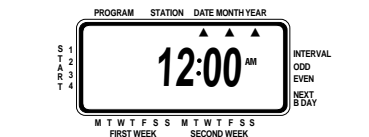

FIGURE 3 : L'écran et les renseignements qu'il affiche
- Tenez la touche **+** enfoncée pour faire avancer l'horloge jusqu'à l'heure exacte. Utilisez la touche **-** pour faire reculer l'heure [voir la figure 3]. Une fois l'heure exacte atteinte, appuyez sur la touche **ENTER** pour confirmer le réglage.